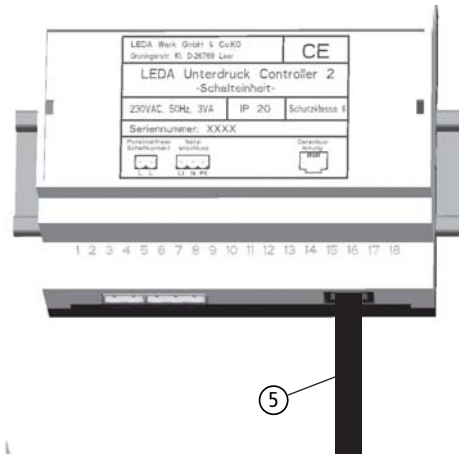

Abb. 4.11 Schalteinheit, Anschluss der Datenbusleitung
- ⑤ Die Datenbusleitung zwischen der Schalteinheit des LUC und der Bedien- und Messeinheit auf der rechten Buchse der Schalteinheit einstecken (siehe Abb. 4.11)